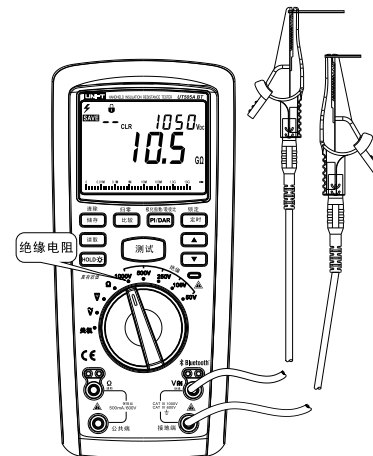

图7
4、绝缘电阻测量（见图7）
- ① 将红色表笔插入“V”插孔（红色孔），黑色表笔插入“接地端”插孔（黑色孔）。
- ② 将转盘开关旋转置（绝缘电阻区），然后选择您需要的测试电压。将表笔并联到待测电路中。
- ③ 按下测试键按钮，然后从显示屏主显示区读出当前电阻值，在辅显示区可以看到测试电压，同时，如果测试电压高于30V以上，屏幕会闪烁显示高压警示符号“⚡”，指导您在此按下测试按钮。
- ④ 按下测试键按钮，高压输出时LCD屏幕会闪烁显示高压警示符号“⚡”，另外，壳体的警告符号旁的红色报警灯开启。
- ⑤ 在测量过程中如果想保存测量电压值只需按下“储存”按钮即可保存。
5、极化指数或绝缘吸收比（见图7）
6、使用比较功能（见图7）